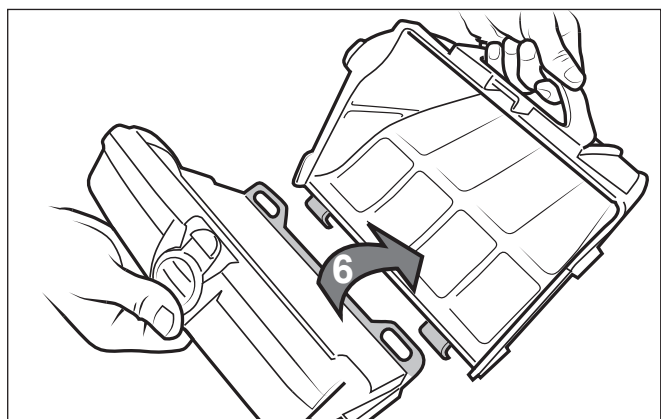

Figure 16. Retirer le panier filtrant
- Séparer le panier filtrant du support (6), comme illustré à la figure 16.